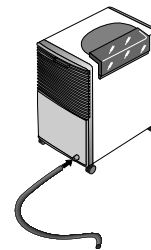

Abb.. 3
2. Durchbohren Sie den Tank im Inneren des Anschlußstutzens. Wir empfehlen Ihnen, hierzu einen Bohrer mit dünner Bohrspitze zu verwenden (Abb. 3).